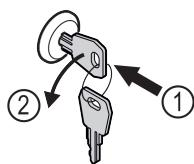

Fig. 179
- Vstavite ključ. Fig. 179 (1)
- Ključ obrnite v smeri proti urnim kazalcem za 90°. Fig. 179 (2)